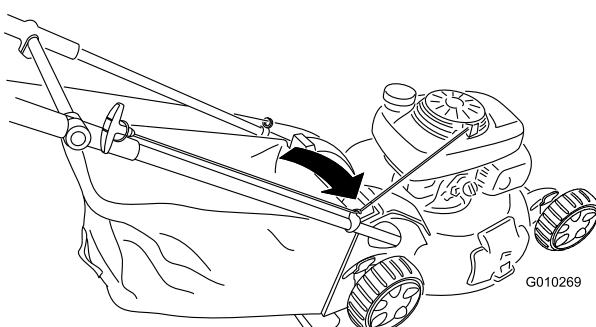

Figura 34
- Pase la cuerda del arrancador alrededor de la guía de cuerda inferior (Figura 34).